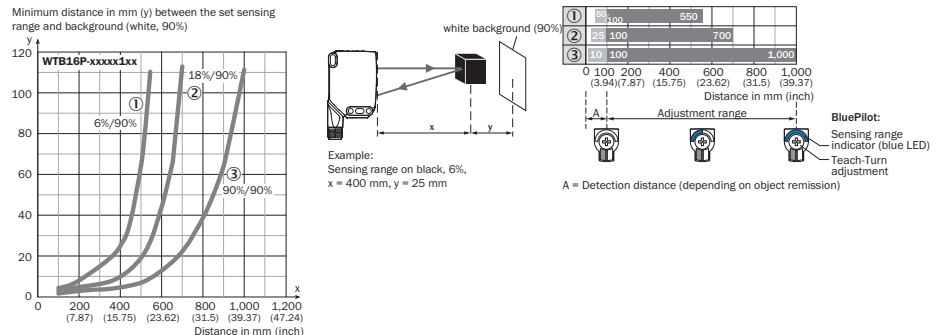

Figura 35: Curva característica 1, WTB16P Bluetooth-xxxx1xx, luz vermelha
A distância mínima (= y) para a supressão do fundo pode ser determinada com base no diagrama [ figura 35 ①] como a seguir: